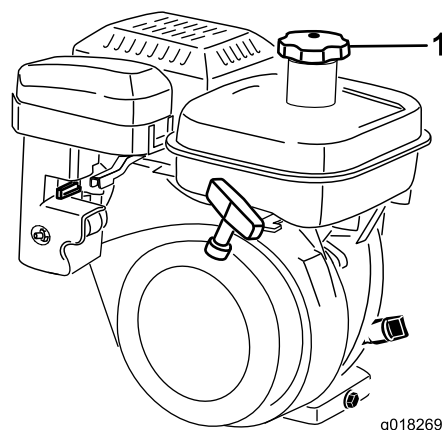

Рисунок 25
1. Очистите область вокруг крышки топливного бака и снимите ее (Рисунок 25). Залейте